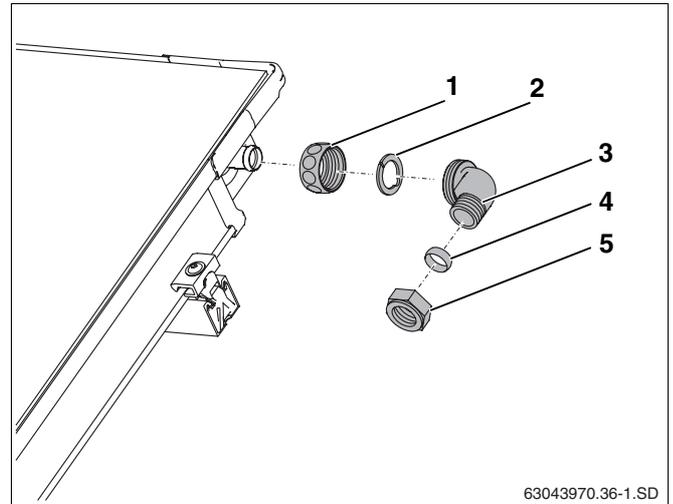

Abb. 57 Vorlaufleitung montieren (ohne Entlüfter am Dach)
- Überwurfmutter (Abb. 57, **Pos. 1**) über Kollektorschluss schieben.
- Klemmscheibe (Abb. 57, **Pos. 2**) hinter die Wulst des Kollektorschlusses legen und zusammendrücken.
- Winkel mit Klemmringverschraubung (Abb. 57, **Pos. 3**) an Anschluss drücken, ausrichten und mit Überwurfmutter verschrauben.